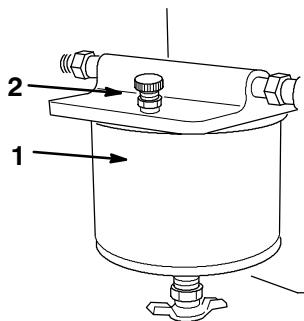

Abbildung 30
2. Die Entlüftungsschraube an der Oberseite des Kraftstofffilters öffnen, um die Schale mit Kraftstoff zu füllen (Abb. 30).